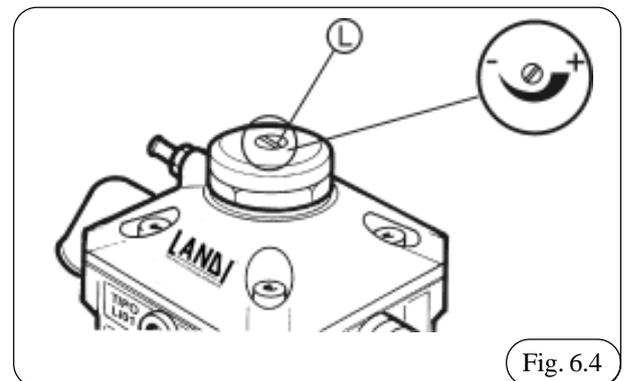

Fig. 6.4
Si la valeur est basse ou haute, agir sur la vis (L) fig. 6.4 du vaporisateur détenteur jusqu'à ramener la valeur exacte de la pression sur OK.